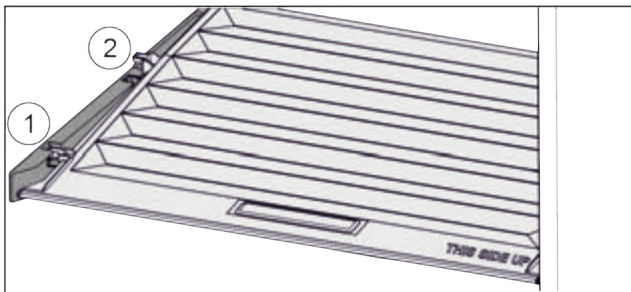

Fig. 83
- ▶ Кришку до отвору в деталях для підтримки потягнути вперед Fig. 83 (1).
- ▶ Підняти ззаду знизу та вийняти Fig. 83 (2) вгору.